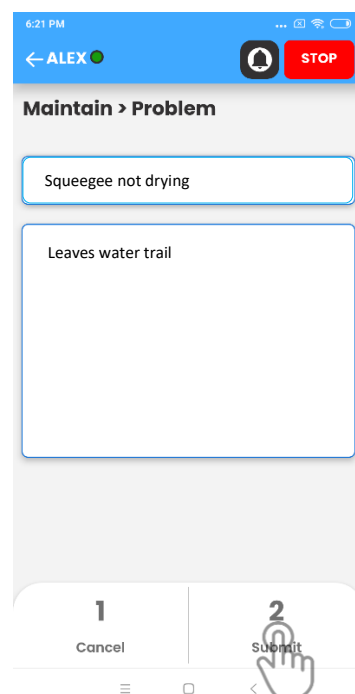

Fig. 5
2. La page de maintenance peut également être utilisée pour signaler de nouveaux problèmes liés à l'utilisation de l'épurateur R3 en cliquant sur le bouton "Problème" et en fournissant une description du problème (Fig. 5).